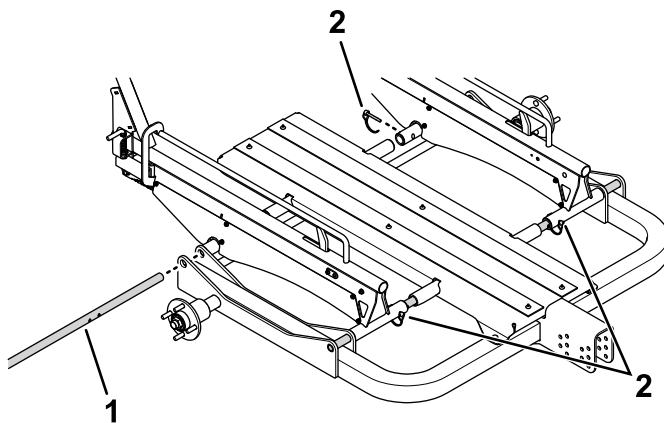

Рисунок 19
2. Попросите помощника удерживать колесный набор или рейлинговый набор и среднюю опору на месте и вставьте несущие стержни через отверстия в комплекте, средней опоре и основной раме (Рисунок 19).